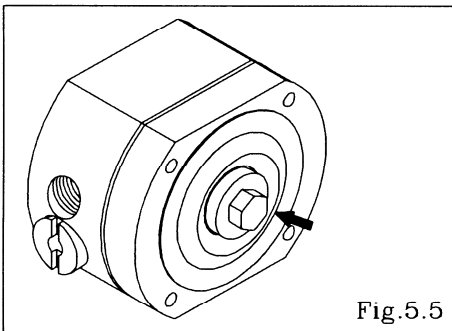

Fig.5.5
- Retire la disco central utilizando el desmontador de la tapa y disco (herramienta especial: Pieza N° 771132). (NDP-5) [Fig. 5.5]
- Retire el disco central de un lado. (NDP-15) [Fig. 5.5]